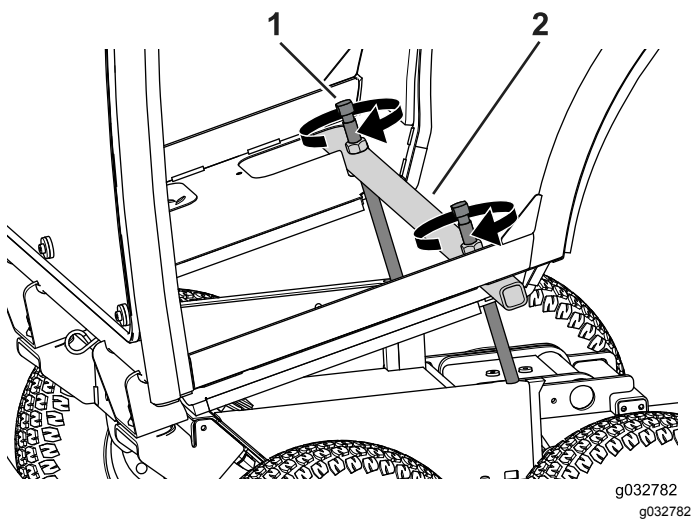

Bild 67
2. Legen Sie die Hubstange über den Kabinenrahmen (Bild 67).
3. Drehen Sie die Hubschrauben abwechselnd um ein paar Umdrehungen, bis die Kabine sich nach vorne dreht (Bild 67).